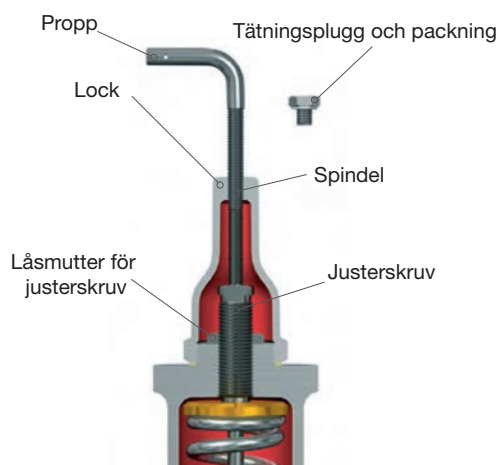

Bild 41: Hydrostatisk provning
När hydrostatiska tester krävs efter installation av en säkerhetsventil, ta bort säkerhetsventilen och ersätt den med en blindfläns. Om det hydrostatiska testtrycket inte blir större än utrustningens drifttryck kan en testpropp användas. Det räcker med en mycket liten kraft, dvs. ett handtryck, på testproppen för att hålla hydrostatiskt tryck. Om alltför mycket kraft läggs på proppen kan spindeln (15) böjas och sätet skadas. Efter ett hydrostatiskt test måste proppen tas bort och ersättas med den för ändamålet avsedda tätningspluggen (se bild 41). (Testbultar för Consolidated säkerhetsventiler kan levereras för alla typer av hovar och lyftanordningar).